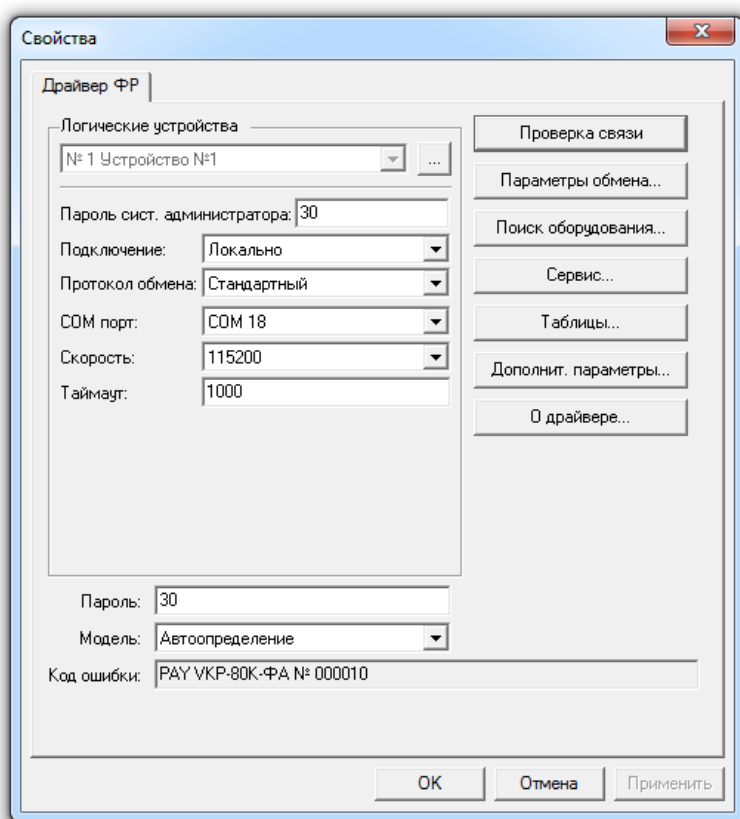

Рисунок 62
- 6.4.1 Запустите «Тест Драйвера ФР». Выбор COM-порта осуществите в соответствии с конфигурацией компьютера (Рисунок 62).